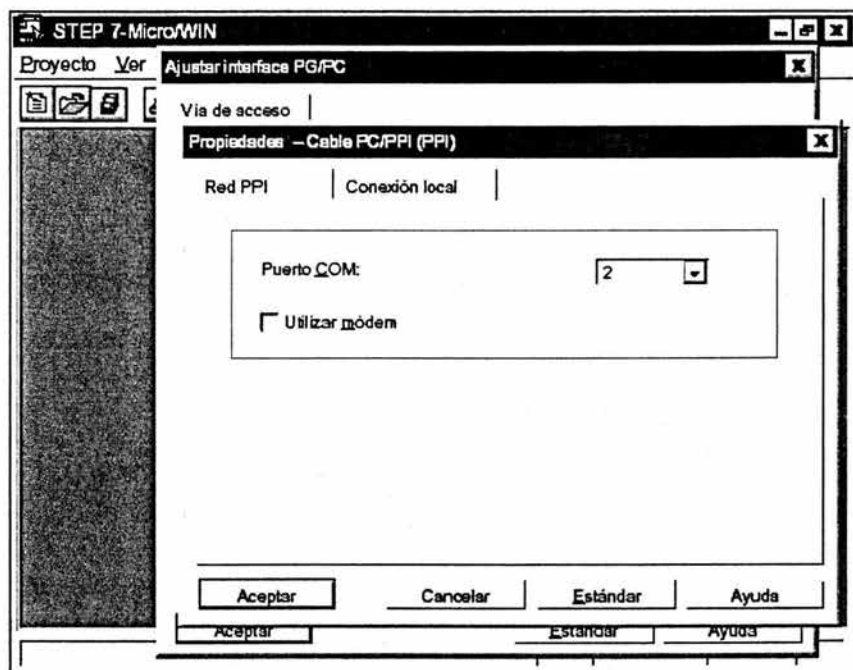

Figura 8-9 Propiedades del cable PC/PPI
6. Haga clic en la ficha “Conexión local” ver figura 8-9.